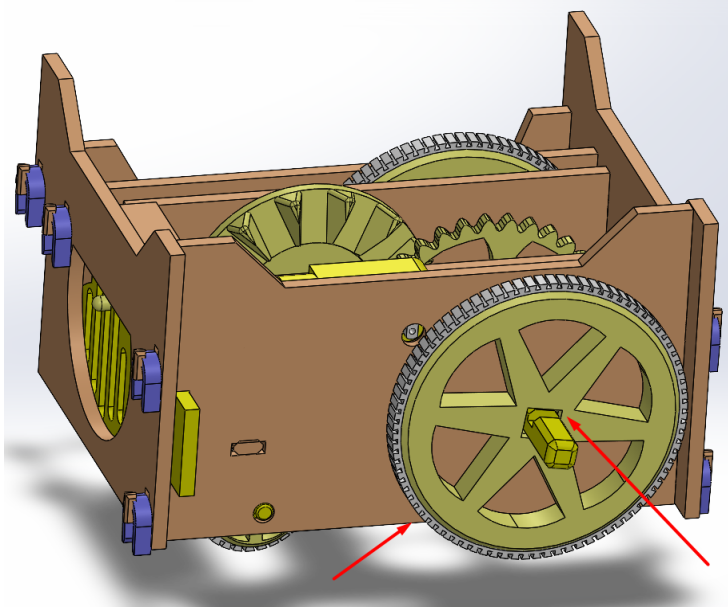

FIGURE 19
**ÉTAPE 15:** Ensuite, nous insérons la deuxième roue dans l'axe depuis l'extérieur comme on le voit dans la figure 19.